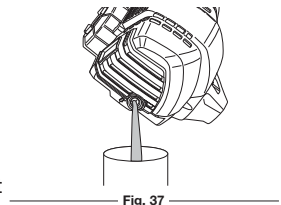

Fig. 37
2. Videz l'huile dans un récipient en penchant l'appareil sur le côté (Fig. 37). Allouez assez de temps pour une vidange complète.